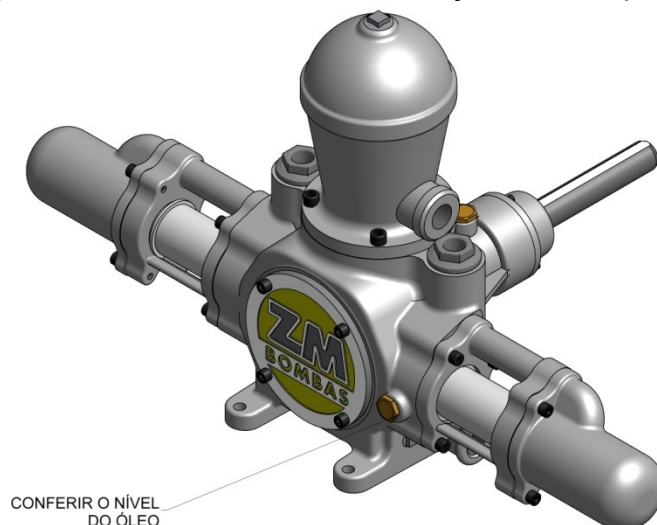

Figura 3- bomba montada
Paso 4- Después de montada la bomba complete el Carter con aceite lubricante hasta el centro del Carter, como se muestra en la figura 3. Tipo de aceite lubricante SAE 90.